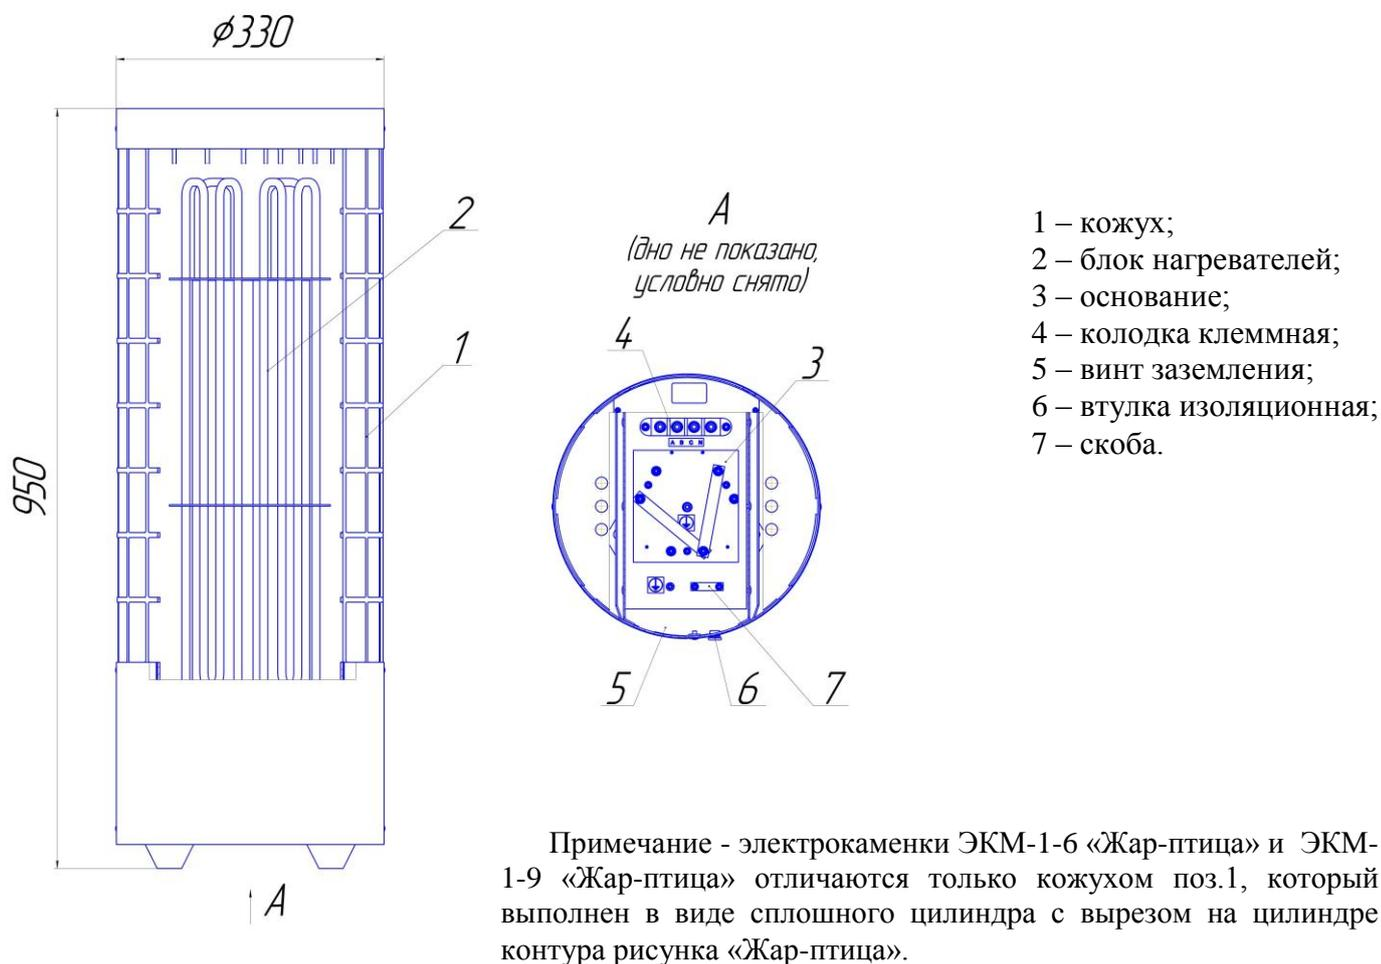

Рисунок 1 - Электрокаменки цилиндрические ЭКМ-1-6 «Комфорт», ЭКМ-1-9 «Комфорт»
5.1 Электрокаменка рис. 1 состоит из кожуха 1 и блока нагревателей 2 с тремя нагревателями, внутри блока расположен отражатель из нержавеющей стали. Между электронагревателями и кожухом на основании 3 укладываются камни размером 5-10 см до верха кожуха. В нижней части электрокаменки установлена клеммная колодка 4, отделенная основанием от кожуха с камнями. Подлежащий нагреву воздух поднимается вверх, проходя через каменную насыпку. В нижней части кожуха приварен винт заземления 5.